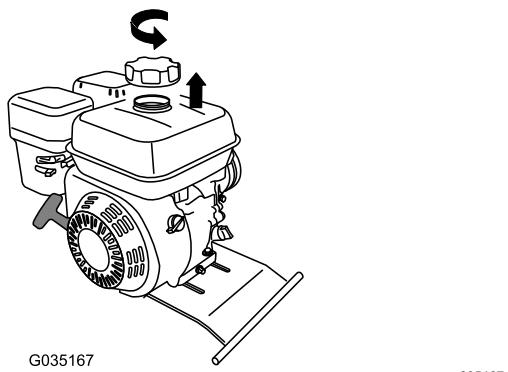

Figura 57
2. Retire el tapón del depósito de combustible girándolo en sentido antihorario (Figura 57).